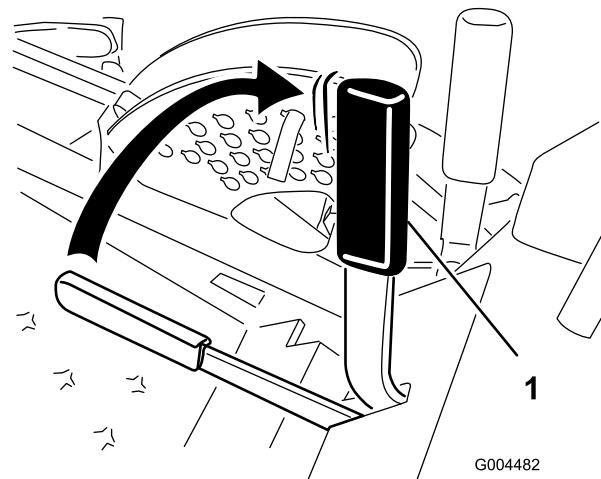

Figura 15
2. Puxe para cima e para trás a alavanca do travão de mão para aplicar o travão de mão (Figura 15). A alavanca do travão de mão deve ficar firme na posição de engatada.
Puxe a alavanca do travão de mão para a frente e para baixo para desengatar o travão de mão (Figura 15).